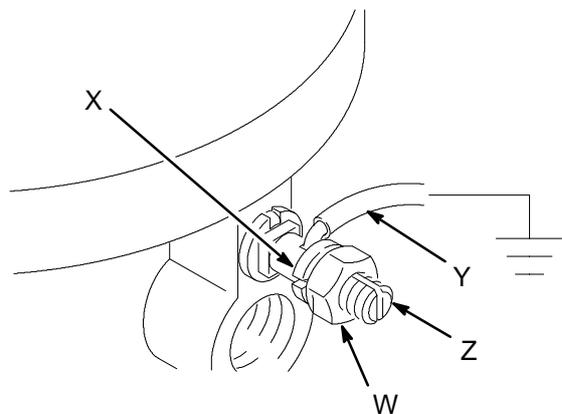

Fig. 1
- **Pompe:** utiliser un câble et une pince de terre comme indiqué sur la Fig. 1. Desserrer l'écrou (W) et la rondelle (X) de la borne de terre. Introduire l'une des extrémités d'un câble de terre (Y) de 1,5 mm² minimum dans la fente de la borne (Z) et serrer à fond l'écrou. Raccorder l'autre extrémité du câble à une véritable prise de terre. Pour commander un fil et une pince de terre, indiquer la réf. 222011.